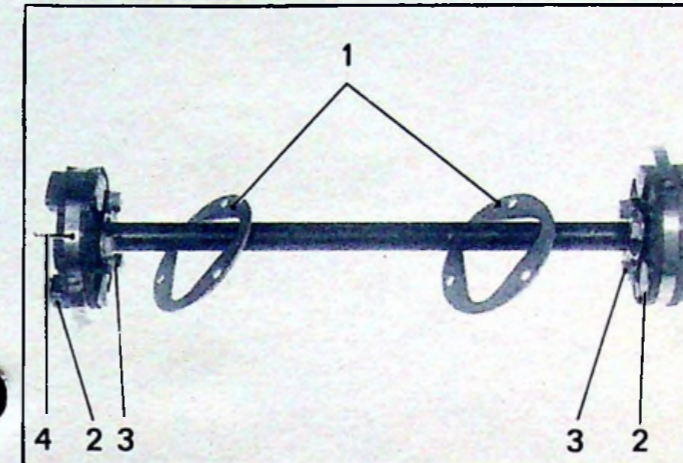

Fig. 1
Habiller l'arbre de commande ( voir figure 1 ) : Engager les plaquettes de centrage ( 1 ) sur l'arbre, mettre en place les paliers élastiques ( 2 ) et serrer les vis de fixation ( 3 ) ( rondelle contact ).
- Supprimer les sangles ( 4 ) des paliers élastiques ( 2 ) ( voir figure 1 ).